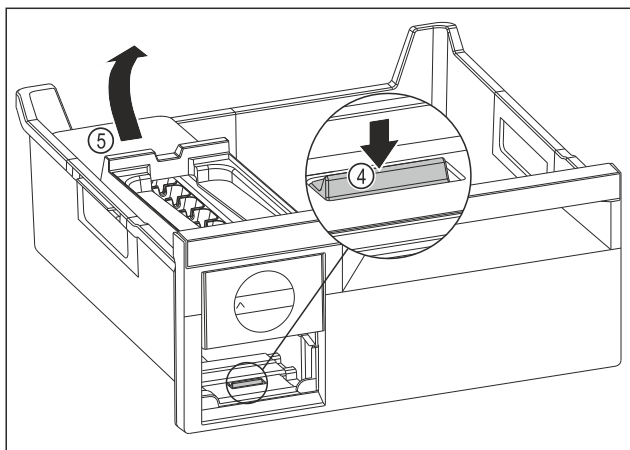

Fig. 78
- Wyjmowanie korpusu EasyTwist-Ice: Nacisnąć nakładkę Fig. 78 (4) palcem w dół i jednocześnie podnieść korpus EasyTwist-Ice Fig. 78 (5) od tyłu drugą ręką.